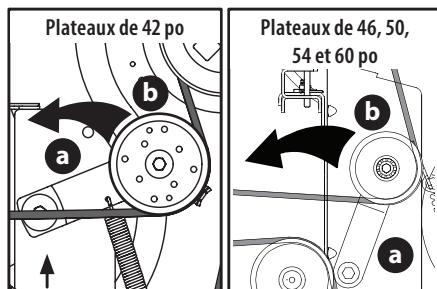

Figure 42
- a. À l'aide de la poignée de levage du plateau ou de la pédale et du bouton de levage du plateau, ou de la pédale et de la goupille de levage du plateau, élévez-le jusqu'à la position la plus horizontale possible entre les galets tendeurs du plateau et la poulie de la PDF située au bas du moteur (Figure 42).
- b. En partant du milieu du tracteur, faites pivoter le support du galet (a) et le galet tendeur mobile (b) vers l'arrière avec un éloignement suffisant pour soulever la courroie et la faire passer au-dessus de la poulie de fusée (Figure 42).